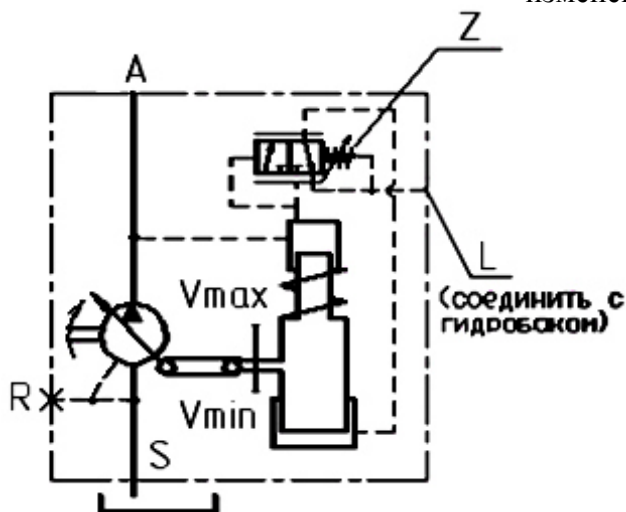

Рис. 15 – Гидравлическая схема насосов с регулятором постоянного давления с рабочим давлением 12, 55, 80, 107, 160, 250 см^3 .
- поддерживаемое давление и максимальная потребляемая мощность, при необходимости, могут быть отрегулированы винтом z (рисунок 15 ;16);